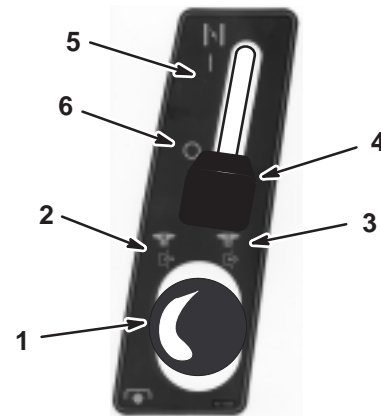
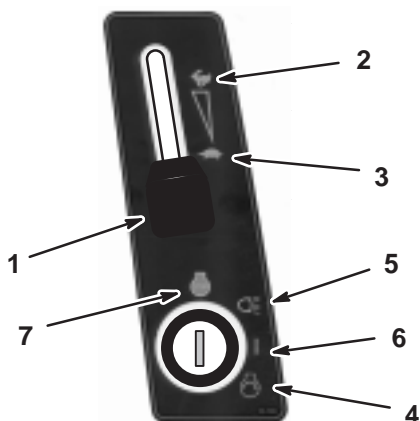

Bild 10
Bild 11
4. Kuppeln Sie den Zapfwellenantrieb (ZWA) aus. Siehe Bild 10.
5. Stellen Sie den Chokehebel beim Anlassen eines kalten Motors auf die Ein-Stellung (Bild 10).
6. Stellen Sie den Gashebel auf Langsam (Bild 11).
7. Drehen Sie den Zündschlüssel im Uhrzeigersinn und halten ihn auf Start (Bild 11). Lassen Sie den Schlüssel sofort los, wenn der Motor anspringt.
8. Stellen Sie nach dem Motorstart den Chokehebel langsam auf die Aus-Stellung (Bild 10) und den Gashebel auf Schnell (Bild 11).
1. Stellen Sie den Gashebel auf Langsam (Bild 11).
2. Drehen Sie den Zündschlüssel auf „Aus“ (Bild 11).